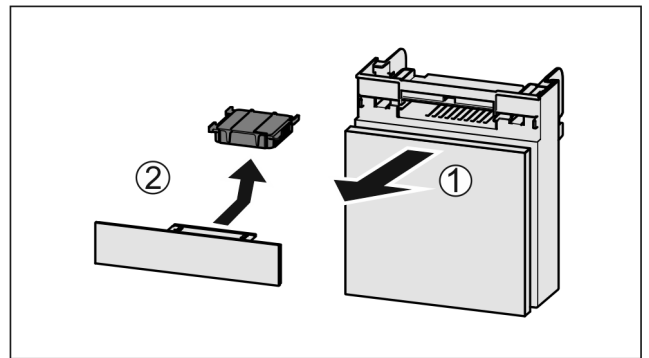

Fig. 148
- Extraire le compartiment par l'avant Fig. 148 (1).
- Sortir le filtre à charbon actif Fig. 148 (2).